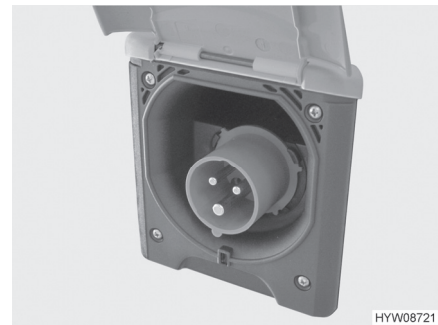

Bild 52 230-V-Anschluss am Fahrzeug (CEE-Steckdose)
- Abdeckung des 230-V-Anchlusses am Fahrzeug öffnen (Bild 52) und Steckkupplung einstecken. Darauf achten, dass die Rastnase des federgespannten Klappdeckels eingerastet ist.